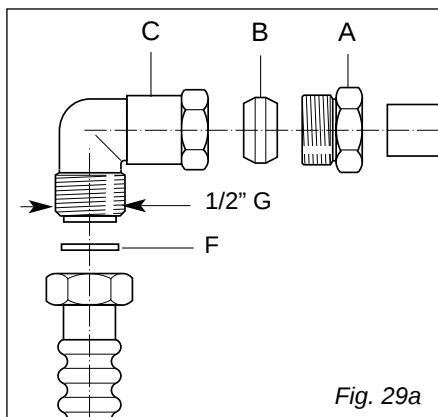

Fig. 29a
Il raccordo del piano cottura è così composto (fig. 29a - 29b):
- ✓ **La guarnizione F ed il bicono B (fig. 29a - 29b, 29c - 29d) sono gli elementi che garantiscono la tenuta della connessione gas. Si consiglia la loro sostituzione quando dovessero presentare anche la minima deformazione o imperfezione.**